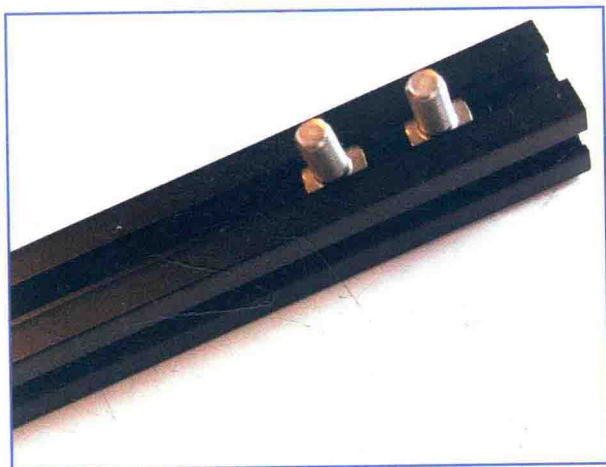

图 4.9 将两个 M3 螺丝头滑入 150 毫米横梁的凹槽
- a. 将两个螺丝滑入 150 毫米横梁的凹槽中，用套件中提供的螺母和六角扳手将直角托架固定在这两个螺丝上，如图 4.9 所示（注意，